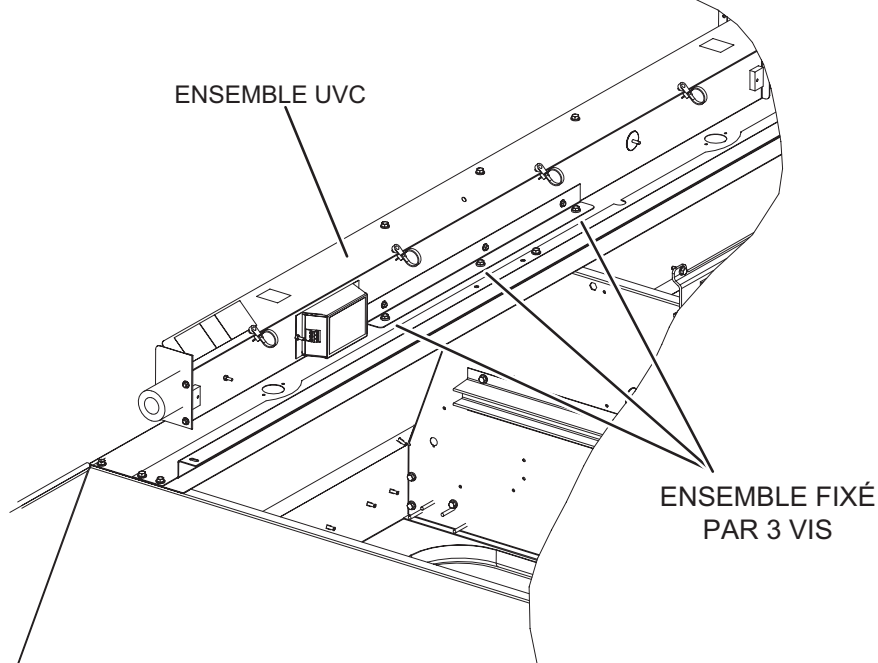

FIGURE 52
- 5 - Retirez et conservez les 3 vis qui fixent l'ensemble UVC. Sortez délicatement l'ensemble UVC en le faisant glisser par la porte d'accès au ventilateur. Reportez-vous à la FIGURE 52.